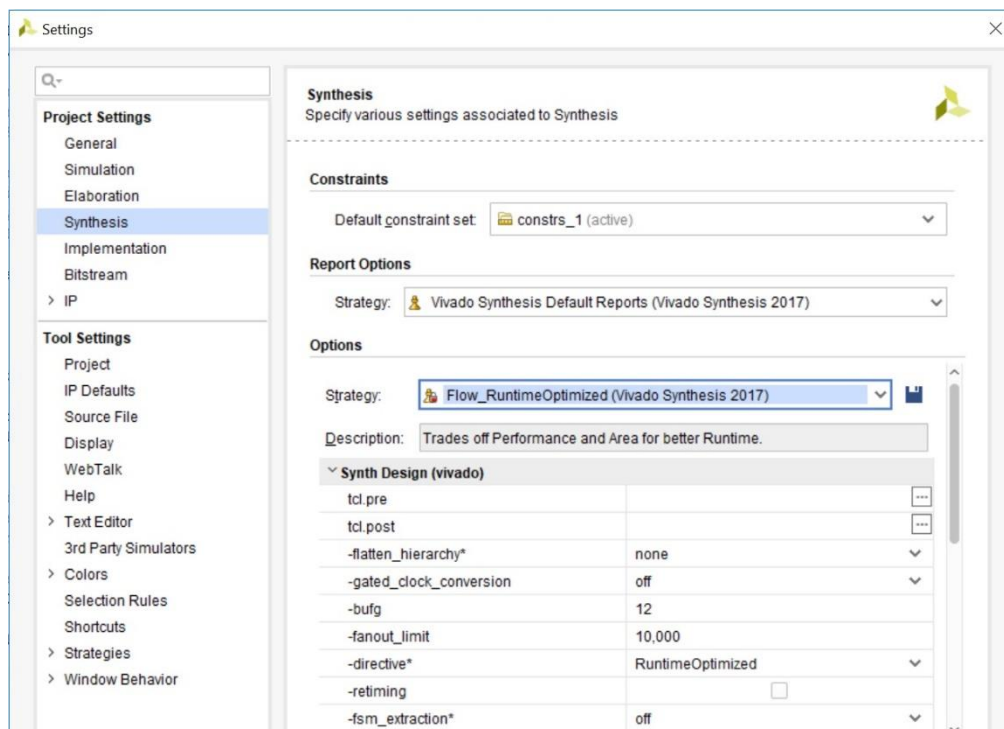

Figura 17. Setarea opțiunilor pentru sinteză.
4. În zona *Options*, vizualizați opțiunile disponibile pentru categoria *Strategy*. După ce parcurgeți aceste opțiuni, selectați strategia **Flow_RuntimeOptimized**. Se poate observa că o parte a parametrilor afișați în zona *Synth Design* sunt modificați în mod automat; aceștia sunt indicați printr-un asterisc (figura 17). Strategia de rulare selectată permite reducerea timpului de execuție a procesului de sinteză, cu toate că vor fi executate mai puține optimizări.